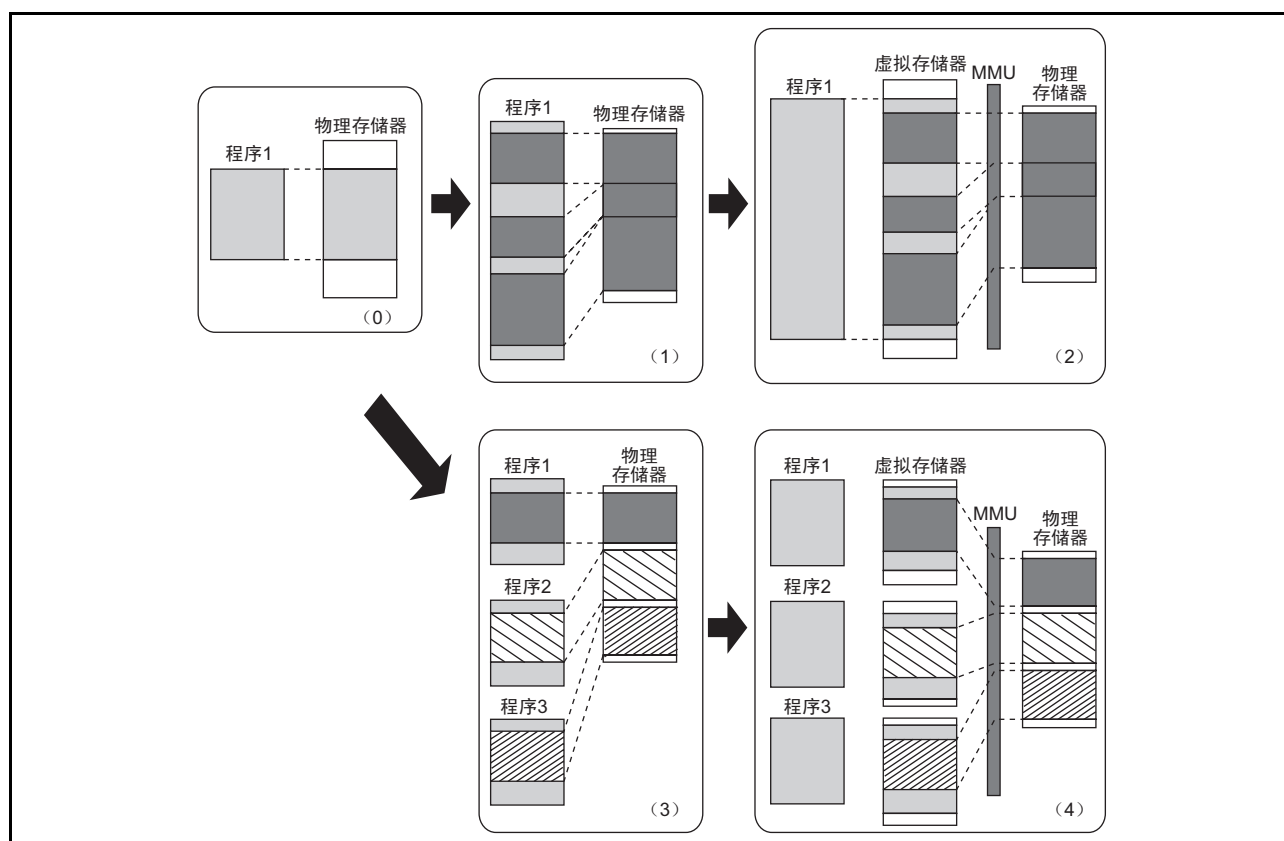

图 7.1 MMU 的作用
所谓 MMU 就是为了有效地利用物理存储器而设想的功能。如图 7.1(0) 所示, 程序的大小比物理存储器小时, 可将所有程序映射至物理存储器。但是, 增大程序的大小、物理存储器保存不下时, 需分割程序, 并将执行时必需的部分随时映射至物理存储器 (图 7.1(1))。从程序本身考虑, 执行向此物理存储器的映射, 增大了程序的负担。为了减轻此负担, 总括处理向物理存储器的映射, 所产生的考虑方法为虚拟存储方式 (图 7.1(2))。虚拟存储方式与物理存储器相比, 具备了足够大的虚拟存储器。程序映射至此虚拟存储器。因此, 程序仅考虑在虚拟存储器中的运行即可。从虚拟存储器向物理存储器的映射中, 可使用 MMU。通常, OS 管理 MMU, 为了使程序所需的虚拟存储器顺利地映射至物理存储器, 进行物理存储器的转换。物理存储器的转换可在 2 次存储等之间进行。
由此产生的虚拟存储方式在多个程序同时运行的分时系统 (TSS) 中发挥巨大作用 (图 7.1(3))。由于在 TSS 中运行的多个程序一边识别向各自物理存储器的映射一边运行, 所以效率并未提高。为了提高效率、减轻各程序的负担, 可使用虚拟存储方式 (图 7.1(4))。此虚拟存储方式中可将虚拟存储器分配至每个程序。MMU 有效地将多个虚拟存储器映射至物理存储器。而且, 为了使某个程序不会错误地存取其他程序的物理存储器, MMU 还具备存储保护功能。